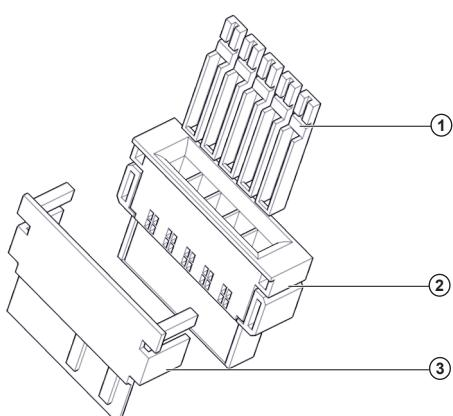

Ilustración 4.5 Desglose conector CAN
En la Ilustración 4.5 se muestra un conector CAN, con los pines (1), el conector (2) y el anclaje extra (3).